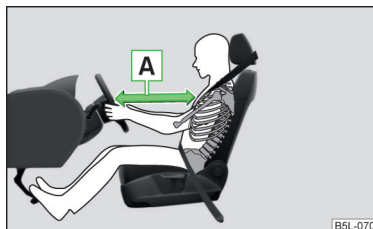

Fig. 22
- Atât pentru șofer cât și pentru pasagerul față este important să păstreze o distanță de aproximativ 25 cm față de volan, respectiv de planșa de bord » fig. 22 - **A**. Dacă nu se respectă această distanță, sistemul airbag nu își poate exercita eficiența maximă – pericol de moarte! Scaunele din față și tetierele trebuie să fie întotdeauna reglate în funcție de mărimea corpului.